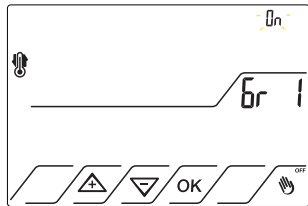

Fig.22
7.5.4 Premere il tasto  , lo stato da **OFF** cambierà in **ON**. Fig.22